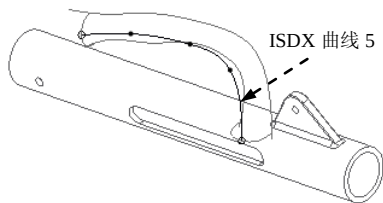
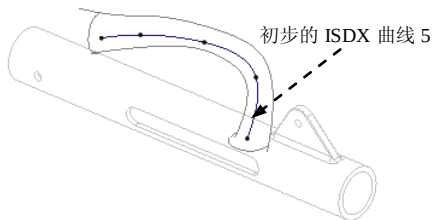

图 8.9.26 创建 ISDX 曲线 5
图 8.9.27 初步的 ISDX 曲线 5
(8) 完成编辑后，单击操控板中的 按钮。
Step6. 创建图 8.9.26 所示的 ISDX 曲线 5。
(1) 设置活动平面。将活动平面设置为 FRONT 基准平面。
(2) 单击 按钮，选择 Course_v1 视图。
(3) 创建初步的 ISDX 曲线 5。单击 **样式** 功能选项卡 **曲线** 区域中的“曲线”按钮 。在操控板中单击 按钮，绘制图 8.9.27 所示的初步的 ISDX 曲线 5，然后单击操控板中的 按钮。
(4) 将 ISDX 曲线 5 的两个端点拖拉到 ISDX 曲线 3 和 ISDX 曲线 4 上。
① 单击 **样式** 功能选项卡 **曲线** 区域中的“曲线编辑”按钮 。单击图 8.9.27 中初步的 ISDX 曲线 5。